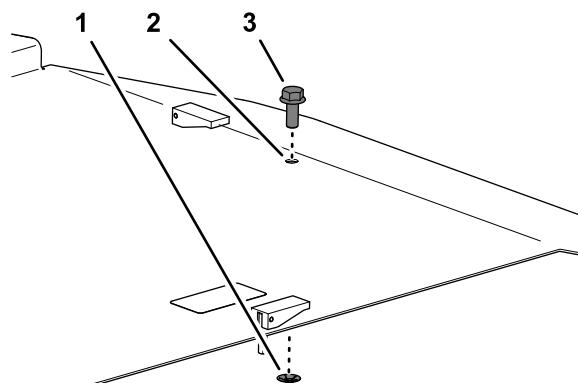

Figura 4
2. Rimuovete il dado a pressione che fissa il bullone al coperchio del piatto di taglio e rimuovete il bullone dal coperchio (**Figura 4**).